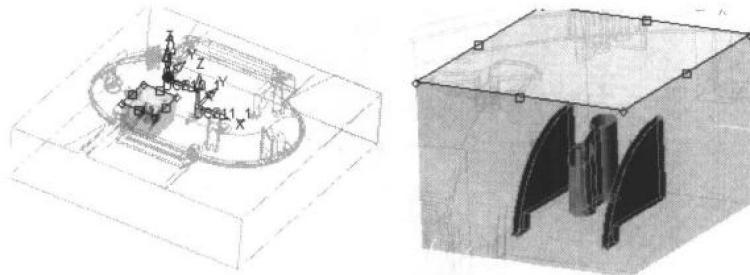

图 1-19
(1) 隐藏前面建立的两个电极。在如图 1-19 所示的位置新建一个放电区域。